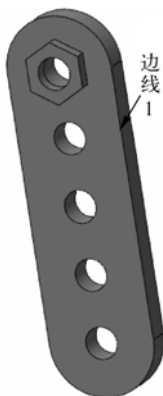
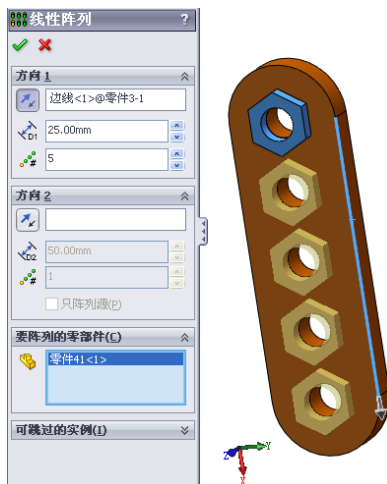

图 11-24 配合后的等轴测视图
图 11-25 “线性阵列”属性管理器
(6) 单击 (确定) 按钮, 配合添加完毕。
(8) 选择菜单栏中的“插入”→“零部件阵列”→“线性阵列”命令,系统弹出“线性阵列”属性管理器。
(9) 在“要阵列的零部件”选项组中,选择如图 11-24 所示的圆柱;在“方向 1”选项组的  (阵列方向) 列表框中,选择如图 11-24 所示的边线 1,注意设置阵列的方向,其他设置如图 11-25 所示。